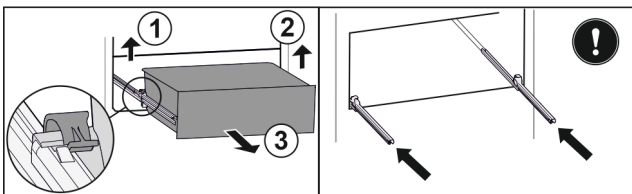

Fig. 191
- ▶ Linke Klemme anheben und gleichzeitig Schubfach links nach vorne ziehen. Fig. 191 (1)
- ▶ Rechte Klemme anheben und gleichzeitig Schubfach rechts nach vorne ziehen. Fig. 191 (2)
- ▶ Schubfach nach vorne entnehmen. Fig. 191 (3)